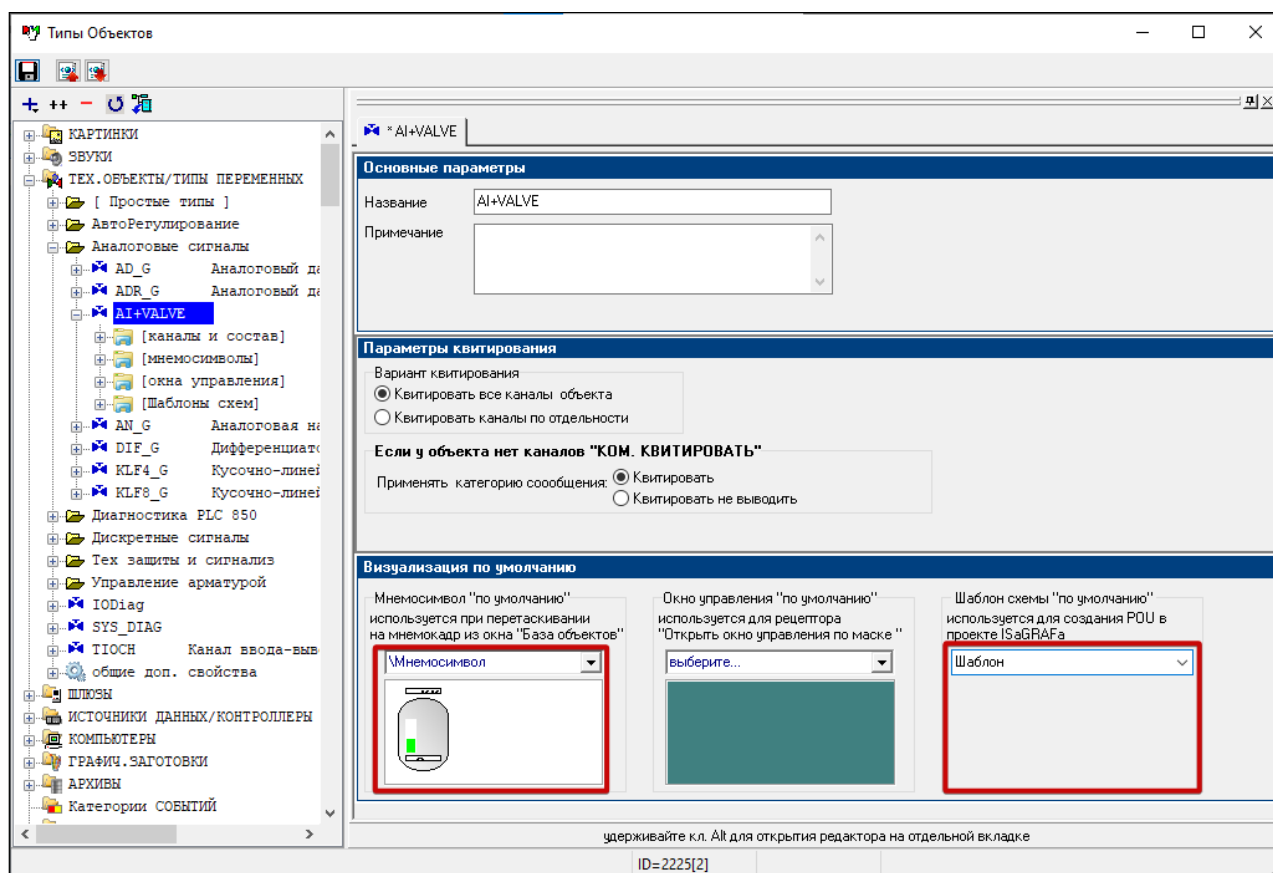

Рисунок 16.7. Визуализация по умолчанию
- 8) Назначьте созданные шаблон и мнемосимвол по умолчанию для данного типа (рис. 16.7). При перетаскивании экземпляра типа на кадр или технологическую программу будут добавляться именно элементы, указанные по умолчанию.